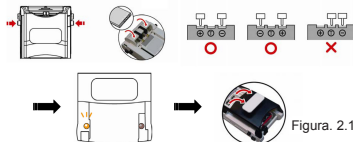

Figura. 2.1
- 2.2 Controllate la polarità facendo corrispondere i contatti a molla con i connettori di carico della batteria fino a che l'indicatore LED giallo (5) si accende.
Regolate i contatti a molla puntandoli orizzontalmente premendo entrambi i lati della manopola di rilascio del bloccaggio dell'angolazione (4). Fate contatto con i contatti di caricamento fino che non si accende l'indicatore LED giallo (5); quindi fissate la batteria con la barra di fissaggio posteriore (8) (v. figura 2.1).